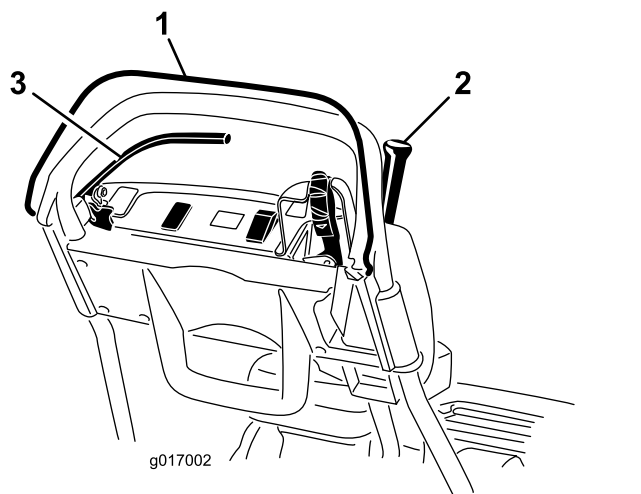

Figura 34
3. Con el CPO quitado, intente engranar la palanca de tracción (Figura 34). La palanca de tracción no debe engranarse. Si la palanca de tracción se engrana, es necesario ajustar el sistema de interruptores de seguridad. Corrija el problema antes de usar la máquina; consulte Mantenimiento del interruptor de seguridad de la tracción (página 38).
4. Con el CPO apretado y la palanca de tracción engranada, suelte el CPO (Figura 34). La palanca de tracción debe desengranarse. Si la palanca de tracción no se desengrana, es necesario ajustar el sistema de interruptores de seguridad. Corrija el problema antes de usar la máquina. Consulte Mantenimiento del interruptor de seguridad de la tracción (página 38).
5. Con el CPO apretado y la palanca de cambios hacia la izquierda, engrane la tracción y el molinete, y suelte el CPO (Figura 34). La palanca de tracción debe desengranarse. Si la palanca de tracción no se desengrana, es necesario ajustar el sistema de interruptores de seguridad. Corrija el problema antes de usar la máquina; consulte Mantenimiento del interruptor de seguridad de la tracción (página 38) o Ajuste del control del molinete (página 42).